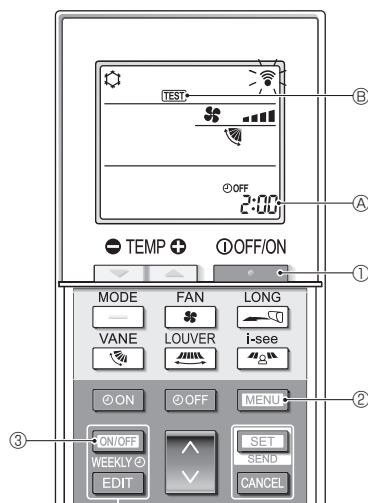

Fig. 7-5
7.2.2. Utilizar o controlo remoto sem fio (Fig. 7-5)
- Prima o botão ① para parar o aparelho de ar condicionado.
- Se o temporizador semanal estiver activo (**WEEKLY** aceso), prima o botão ③ para o desactivar (**WEEKLY** apagado).
- Prima o botão ② durante 5 segundos.
- Prima o botão ②.